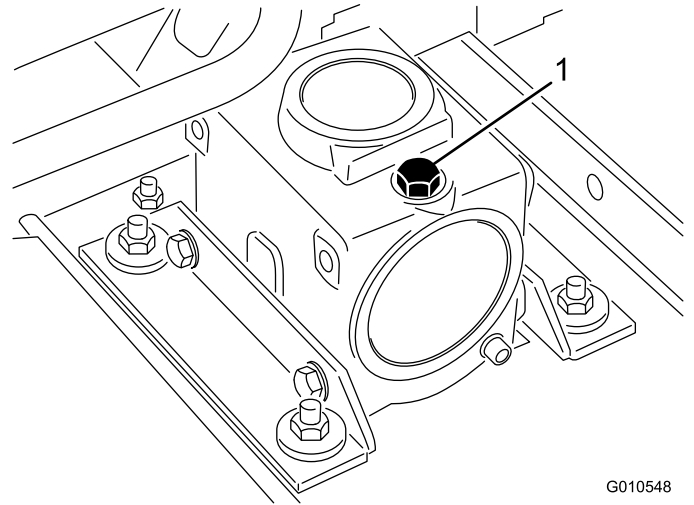

図 19
- マシンとカッティングユニットを平らな場所に駐車させ、カッティングユニットを降下させる。ギア・ボックスの上部についているディップスティック兼給油プラグ (図 19) を取り、オイルの量が、ディップスティックについている2本のマークの間にあることを確認する。油量が少なければ、SAE 80-90 wt. ギア用潤滑油を 2 本のマークの中間まで補給する。